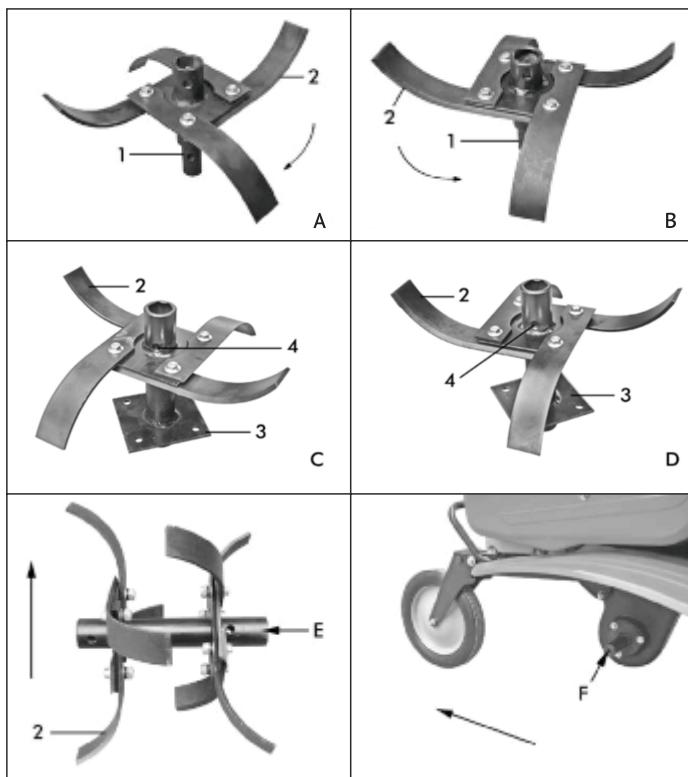

Рис. 2
- Подготовьте ножи и основание фрез к сборке. Соберите половину фрез, как показано на рисунке (A), тонкое основание фрезы внизу, ножи собираются лезвием по часовой стрелке.
- Вторая половина фрез, собирается лезвиями против часовой стрелки (B). При сборке два комплекта фрез будут установлены на разные стороны мотоблока.
- Собрав один комплект фрез, вставьте следующий вал, как показано на рисунке (Рис. 2)